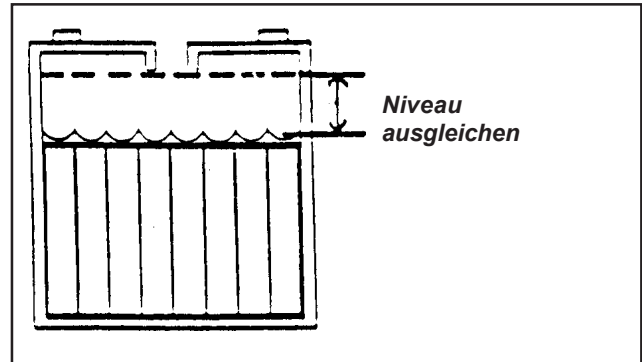

Abb. 10
- Halten Sie den Elektrolyten auf dem korrekten Stand. Der korrekte Stand ist zwischen ¼ Zoll unter der Unterseite des Rohres in jeder Zelle und oberhalb der Abdeckung der Platten. Überprüfen Sie den Stand des Elektrolyten jedesmal, wenn Sie die Batterien aufladen. Siehe Abb.10.